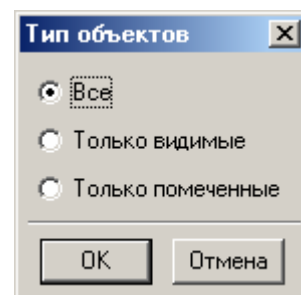

Рис. 42 Диалоговое окно **Тип объектов**
После запуска приложения на экране появляется диалоговое окно **Тип объектов** (рис. 42). В этом окне можно сузить область выбора крепежа и комплектующих, подлежащих замене:
2. Запустить приложение, при этом на экране появится диалоговое окно **Тип объектов** (см. выше рис. 42).